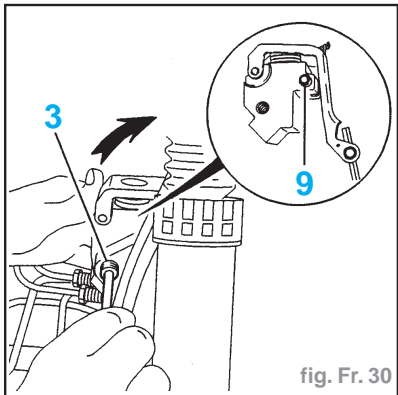

fig. Fr. 30
- Enduire la vis (5) de **Loctite FRENETANCH**.
- Serrer la vis (5) à **2 daN.m**.
- le ressort (6) dans le levier du compensateur
- Afin de rattraper le jeu au niveau de la goupille de centrage (9) exercer un effort dans le sens de la flèche (fig. Fr. 30).